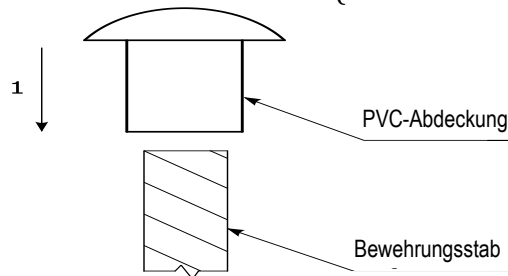

Abb. 66 Montage von Schutzkappen (Beschreibung in dieser Betriebsanleitung)
2.24 Montage von Kunststoffschutzkappen (Abb. 66)